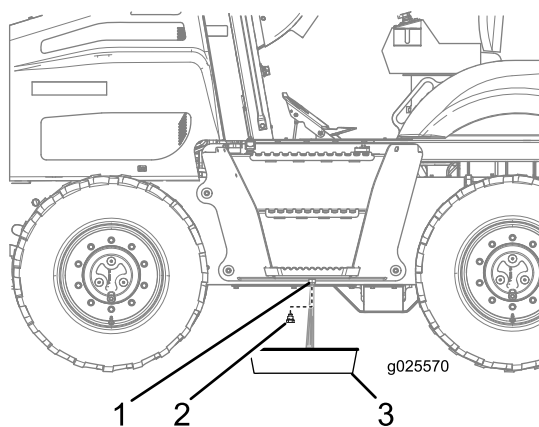

Bild 71
3. Schrauben Sie die Ablassschraube aus dem Kraftstofftank und lassen Sie das Wasser ab (Bild 71).
4. Wenn sauberer Kraftstoff austritt, setzen Sie die Ablassschraube ein und ziehen sie an (Bild 71).